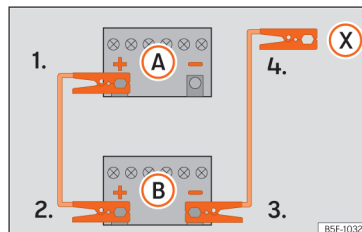

Abb. 43 Anschlusschema für Fahrzeuge ohne Start-Stopp-System.
Fahrzeugs mit der entladenen Fahrzeugbatterie (A) » Abb. 43.
3. Klemmen Sie das andere Ende des roten Starthilfekabels an den Pluspol (+) des Strom gebenden Fahrzeugs (B).
- 4a. Bei Fahrzeugen ohne Start-Stopp-System: klemmen Sie ein Ende des schwarzen Starthilfekabels an den Minuspol (-) des stromgebenden Fahrzeugs (B) » Abb. 43.